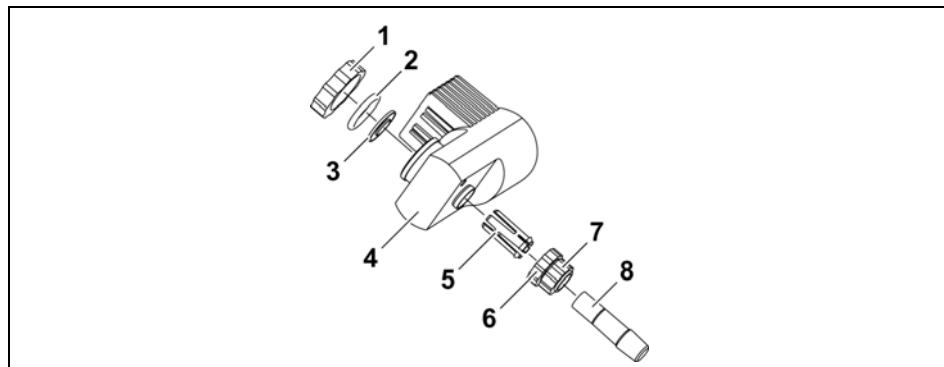

Figura 4-5: *Installazione del tubo di passaggio vapore*
4. Svitare il raccordo filettato tubo di passaggio vapore (Figura 4-5 (6, 7)) dal gruppo motore.
5. Estrarre la bussola di serraggio (Figura 4-5 (5)).
6. Spingere il raccordo filettato tubo di passaggio vapore (Figura 4-5 (6, 7)) e la bussola di serraggio (Figura 4-5 (5)) con il bordo rivoltato in avanti verso il tubo di passaggio vapore (Figura 4-5 (8)). Accertarsi che il bordo rivoltato si innesti in modo udibile nella scanalatura del tubo di passaggio vapore (Figura 4-5 (8)).
7. Spingere il tubo di passaggio vapore (Figura 4-5 (8)) con le parti premonite nel gruppo motore.
9. Avvitare saldamente, a mano, il tubo di passaggio vapore (Figura 4-5 (8)) sulla testa del gruppo motore (Figura 4-5 (4)) utilizzando l'apposito raccordo filettato Figura 4-5 (6, 7)).